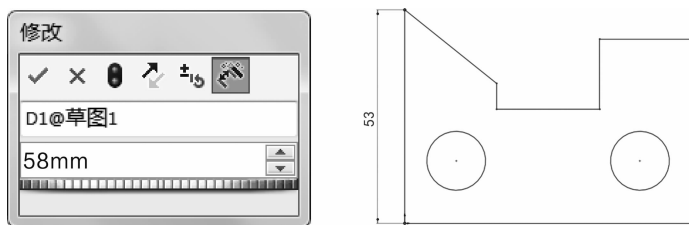
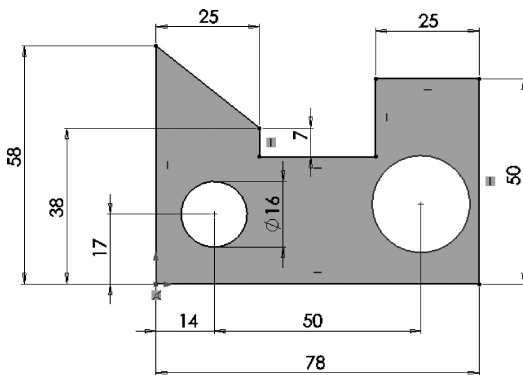

图 1-43 在微调框中输入“58mm”
图 1-44 标注尺寸后的草图
①单击【智能尺寸】按钮,完成某个尺寸标注(如“53”)的同时弹出【修改】对话框。
②在微调框中输入“58mm”(见图 1-43),单击  按钮,完成尺寸的修改。按同样方法标注并修改其他尺寸,标注尺寸后的草图如图 1-44 所示。